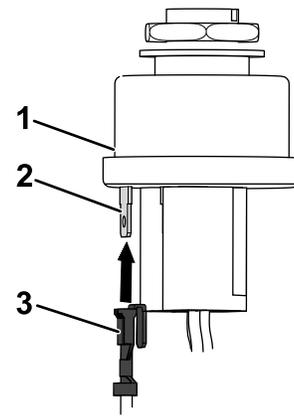

Figura 17
2. Conecte el terminal plano del adaptador del arnés al terminal C del interruptor de encendido (Figura 17).